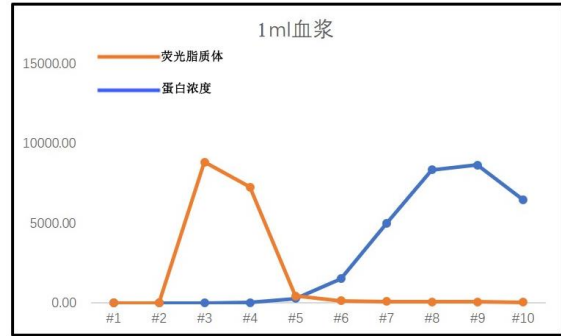

图 1. Exosupur®分离荧光脂体质和杂蛋白的效果
1. 将 30-120nm 直径的 FITC 标记人造荧光囊泡添加到人血浆中，1ml 血浆样本进行排阻分离操作。通过 BCA 测定 Exosupur®排阻柱的各个馏分的蛋白浓度，通过 qubit 测定各个馏分的囊泡荧光强度，如图 1 所示。
从图 1 中可以看出：